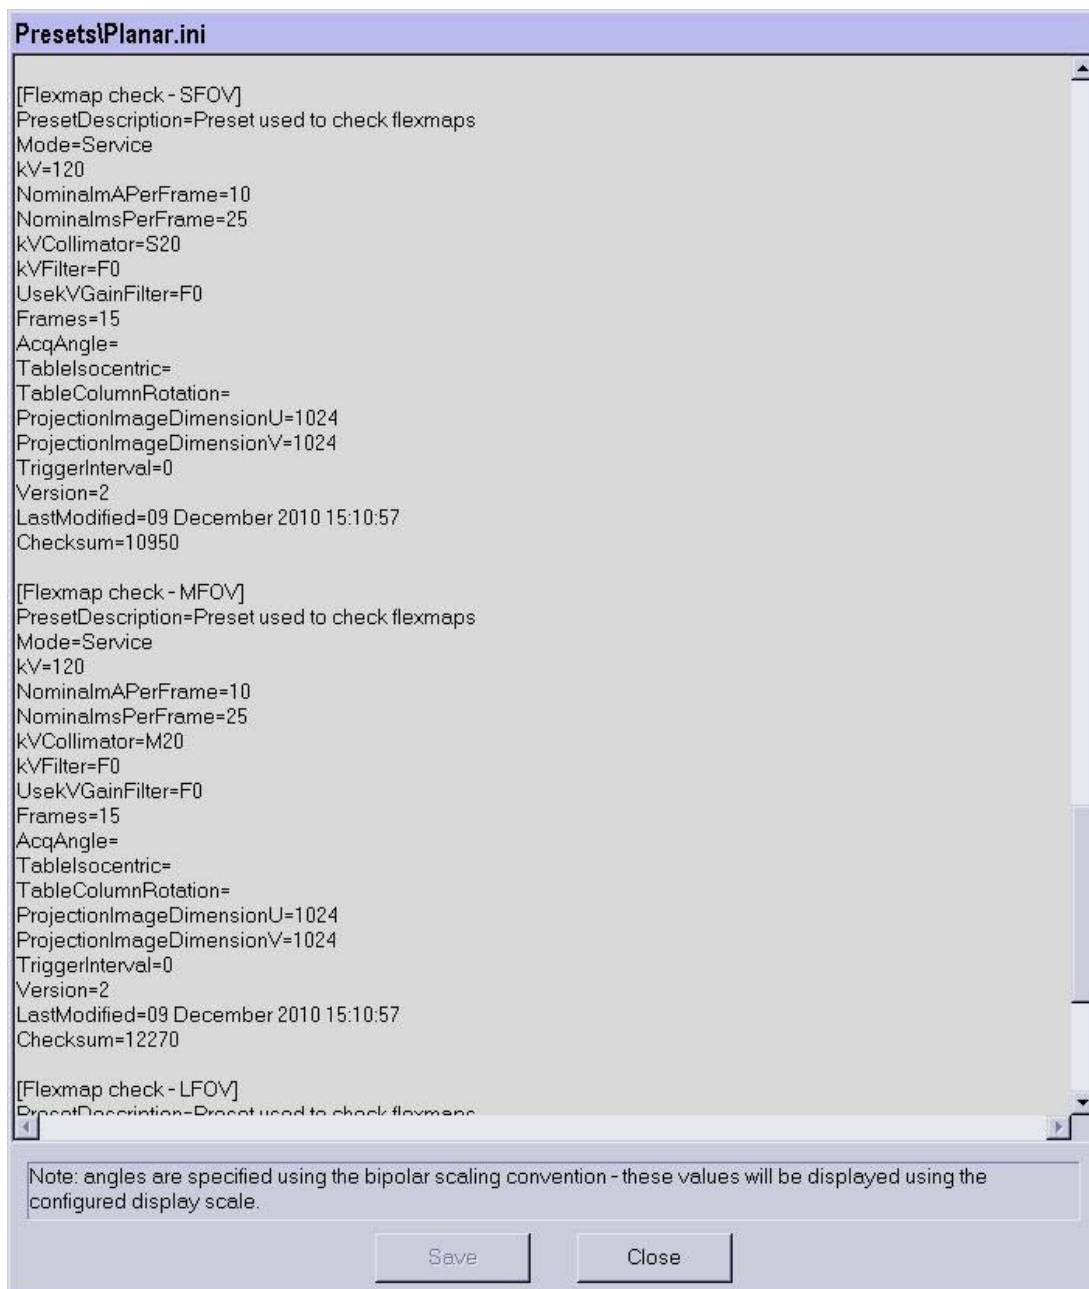

Figure 4 Boîte de dialogue des préréglages PlanarView™ (LFOV non visible)
- 4 Utilisez les valeurs du tableau 2 et modifiez les préréglages. Voir aussi la Figure 4.